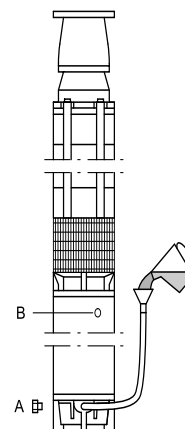

Fig. 4
1. Positionner la pompe comme indiqué fig. 4.
2. Enlever la vis (A) de l'orifice de remplissage et monter le raccord avec tuyau et entonnoir fournis avec le moteur.
3. Déposer la vis de purge (B) pour permettre à l'air de s'échapper.
5. Le remplissage est maintenant terminé. Remettre la vis de purge (B) et enlever le tuyau et l'entonnoir. Replacer la vis de remplissage (A) et serrer efficacement.